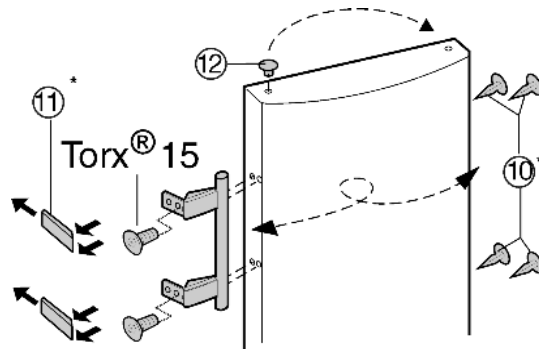

Fig. 8
- ▶ Vyjměte zátky Fig. 8 (12) z pouzdra ložisek dveří a přemístěte je.
- ▶ Odmontujte kliku dveří, zátky Fig. 8 (10) a krycí destičky Fig. 8 (11) a nasadte na druhou stranu.